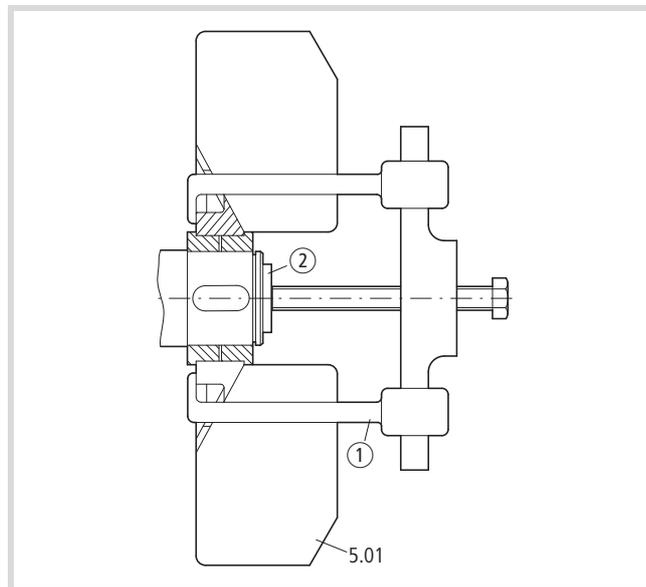

Abbildung 4: Lüfter (5.01) abziehen
- ▶ Ziehen Sie den Lüfter (5.01) mit der Abziehvorrichtung ① von der Welle ab. Kleine Lüfter ziehen Sie mit der Hand ab (→ Abb. 4).